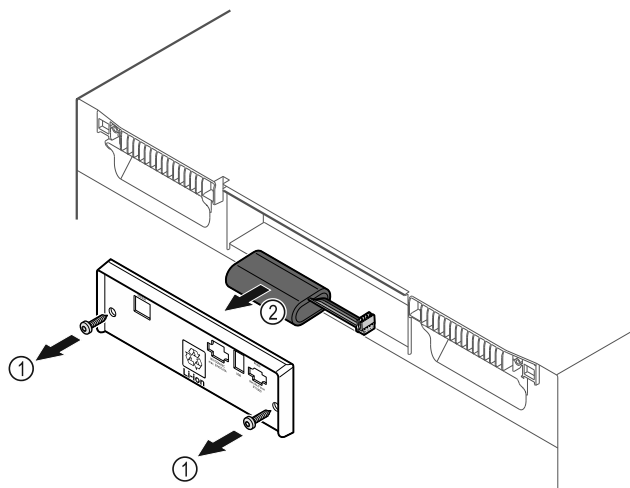

Fig. 201
- ▶ 旋出螺栓并移除冰箱背面的盖板 Fig. 201 (1)。
- ▶ 断开并取出电池 Fig. 201 (2)。